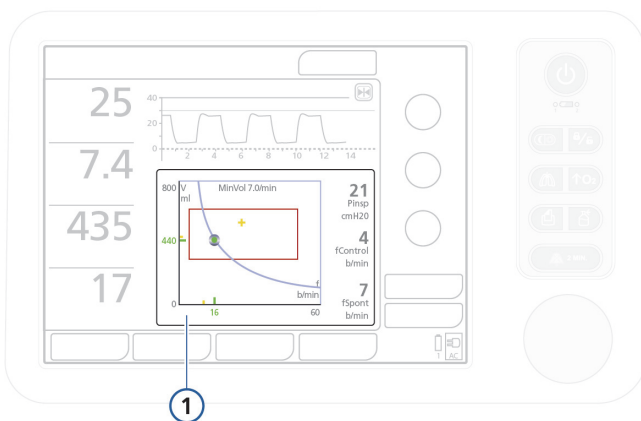

Рисунок 7-8. Окно графика с целевыми значениями ASV (1)
- Отобразится график с целевыми значениями ASV (рис. 7-8).